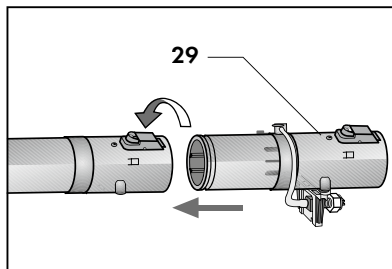

Fig. 13
- inserire la parte terminale femmina del tubo prolunga nella parte terminale maschio del nebulizzatore ruotando la ghiera di bloccaggio del tubo prolunga. **(Fig. 13)**